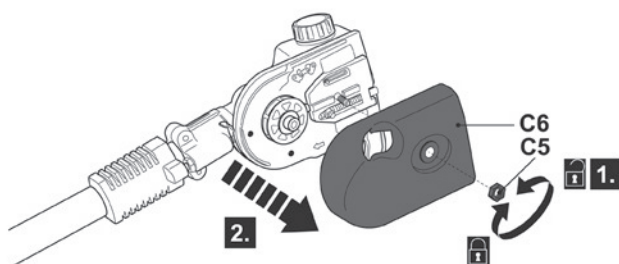

Fig. 12
- > Afloje la tuerca de retención (C5) y extráigala junto con la cubierta (C6) (Fig. 12).